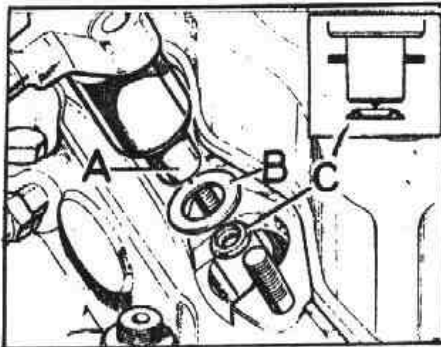

Fig. A1-15 Posición de las arandelas obturadoras de las toberas
- 1.6. Los inyectores desmontados se tratarán con precaución, para evitar que puedan romperse las puntas de las agujas que sobresalen por la cara frontal de las toberas, A (Fig. A1-15). Los inyectores deberán permanecer sumergidos en gas-oil hasta el momento de su reparación o montaje.
- 1.7. Extraer las arandelas de cobre, B (Fig. A1-15), aunque éstas normalmente -- salen pegadas a los inyectores. También se extraerán las arandelas de acero, C, las cuales quedan muy agarradas al fondo del alojamiento de la tobera, -- por lo que deberá de disponerse para sacarlas, de un alambre con la punta -- en forma de ele (L) y un rascador para despegarlas.
- 2.1. Instalar nuevas arandelas de acero, C (Fig. A1-15) sobre el fondo de los alojamientos de las toberas, con el relieve ondulado hacia la parte superior, teniendo en cuenta que dichos alojamientos, deberán estar limpios antes de montar las nuevas arandelas.
- 2.2. Instalar nuevas arandelas de cobre, B (Fig. A1-15) en los alojamientos de los inyectores y montar los cuatro inyectores unidos por la tubería de comunicación del sobrante.